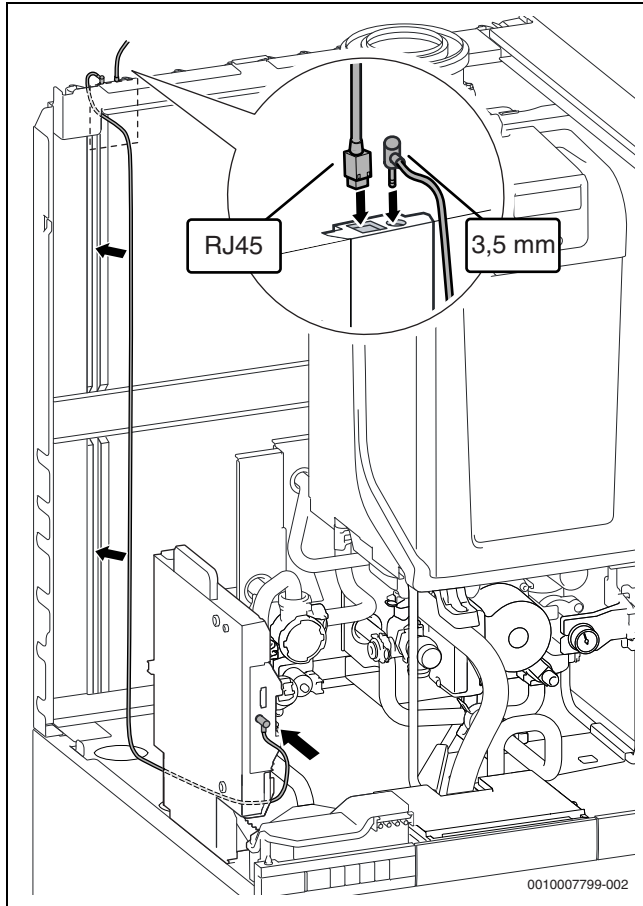

Bild 183 Anschluss und Verlegung des Kabels an Buderus Logamatic web KM100
- Kabel für den Anschluss von Buderus Logamatic web KM100 aus dem Lieferumfang entsprechend Bild 183 verlegen und anschließen.